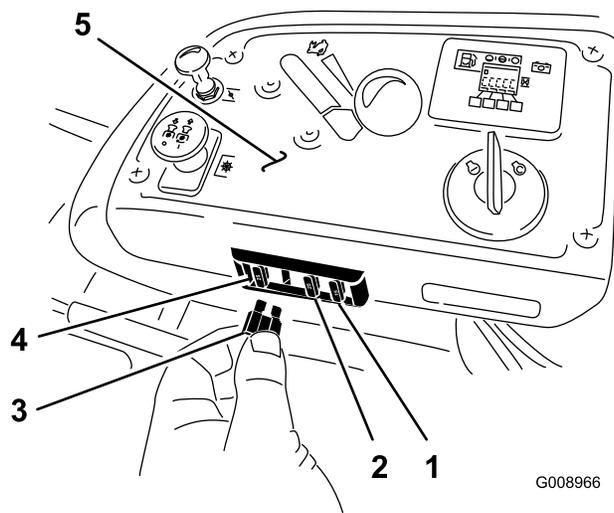

Figure 59
1. Les fusibles se trouvent sur la console, à droite du siège (Figure 59).
3. Remplacez le fusible (Figure 59).